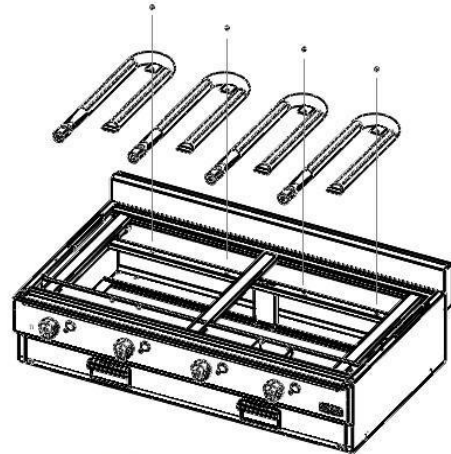

Fig. 2
2. Retire los tornillos que sujetan los quemadores (Fig. 2).